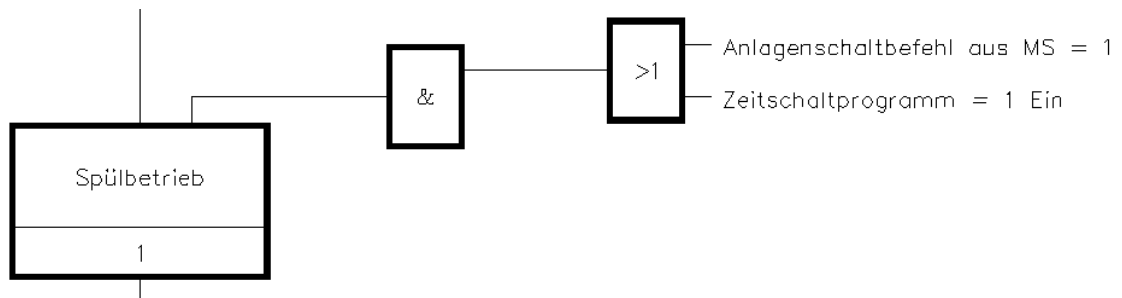

Bild 1.15 – Übergangsbedingungen spezifizieren das Verhalten der Anlage.
- Fügen Sie auf gleiche Weise die Bedingung **Zeitschaltprogramm = 1 Ein** direkt unter der ersten ein. Richten Sie die beiden Bedingungen wie in Abb. 1.15 aus.